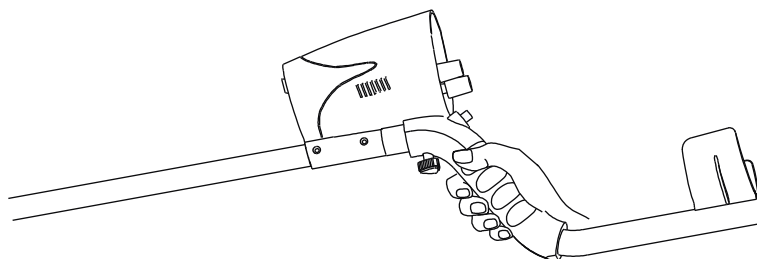

Figura.2
2. Alinee los pernos roscados de la parte inferior del mango, con los botones situados bajo el cuadro de control, y bloquéelos con los pernos (Figura.2).